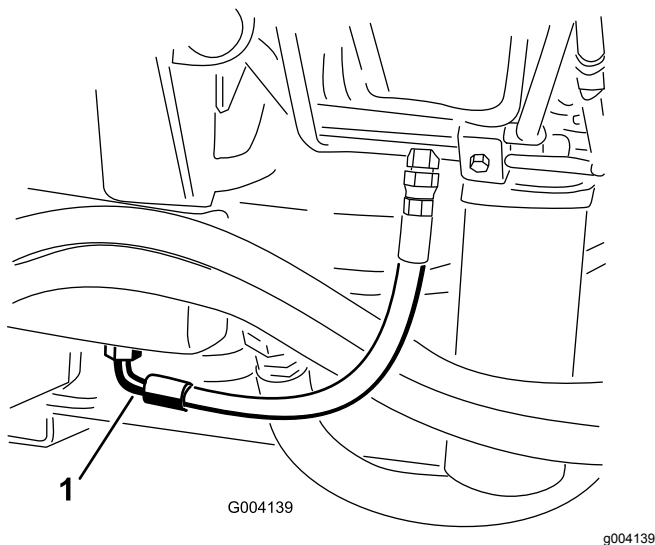

Bild 75
2. Stellen Sie eine große Auffangwanne unter das Anschlussstück, das unten am Hydraulikölbehälter befestigt ist (Bild 75).